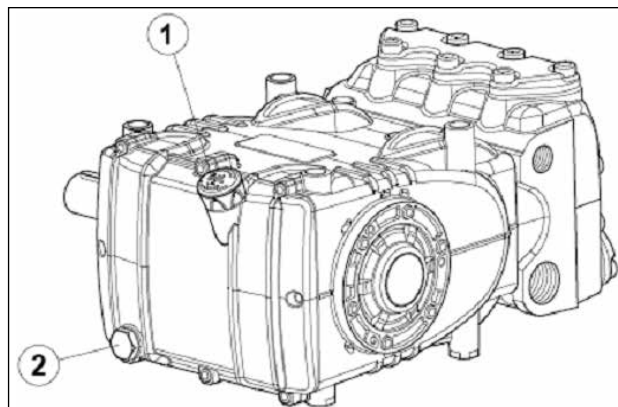

图3
从图3的位置①处的液面杆进行查看。
润滑油液面的正确检查是在泵浦处于环境温度下进行，润滑油的更换可在泵浦于环境温度，通过拆下：①处的液面杆和图3的位置②处的塞子来进行。